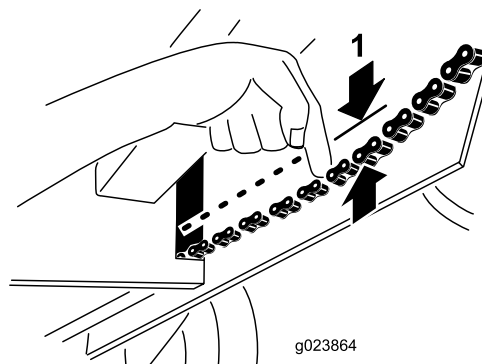

Рисунок 27
3. Нажмите вниз за каждую цепь рядом с отверстием в раме с усилием 9 кг (Рисунок 27). Если цепь прогибается более чем на 3 мм, затяните ее следующим образом: